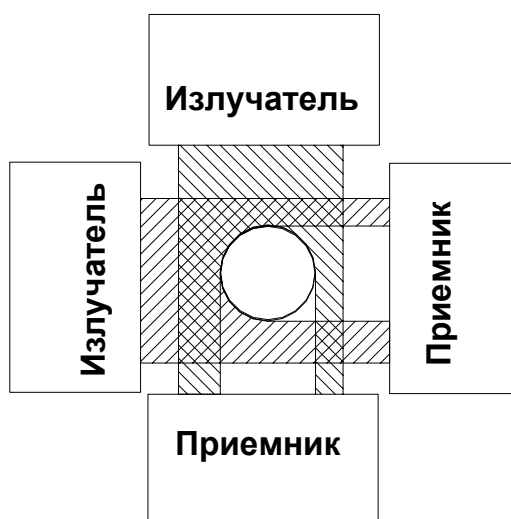

Рис.1
3.1. На рис.1 представлена система оптических микрометров, предназначенных для непосредственного измерения диаметра. В системе оптические микрометры установлены перпендикулярно друг другу. В основу работы микрометров положен теневой принцип. Микрометр состоит из двух блоков – излучателя и приемника. Излучение полупроводникового лазера коллимируется объективом. При размещении объекта в области пучка, формируемое теневое изображение сканируется линейкой ПЗС-фотоприемников. По положению теневых границ на каждом из микрометров процессор рассчитывает размер объекта. Информация о текущем диаметре передается в ПК. На основании отклонения текущего диаметра от заданного номинального рассчитывается управляющее воздействие для экструдера.